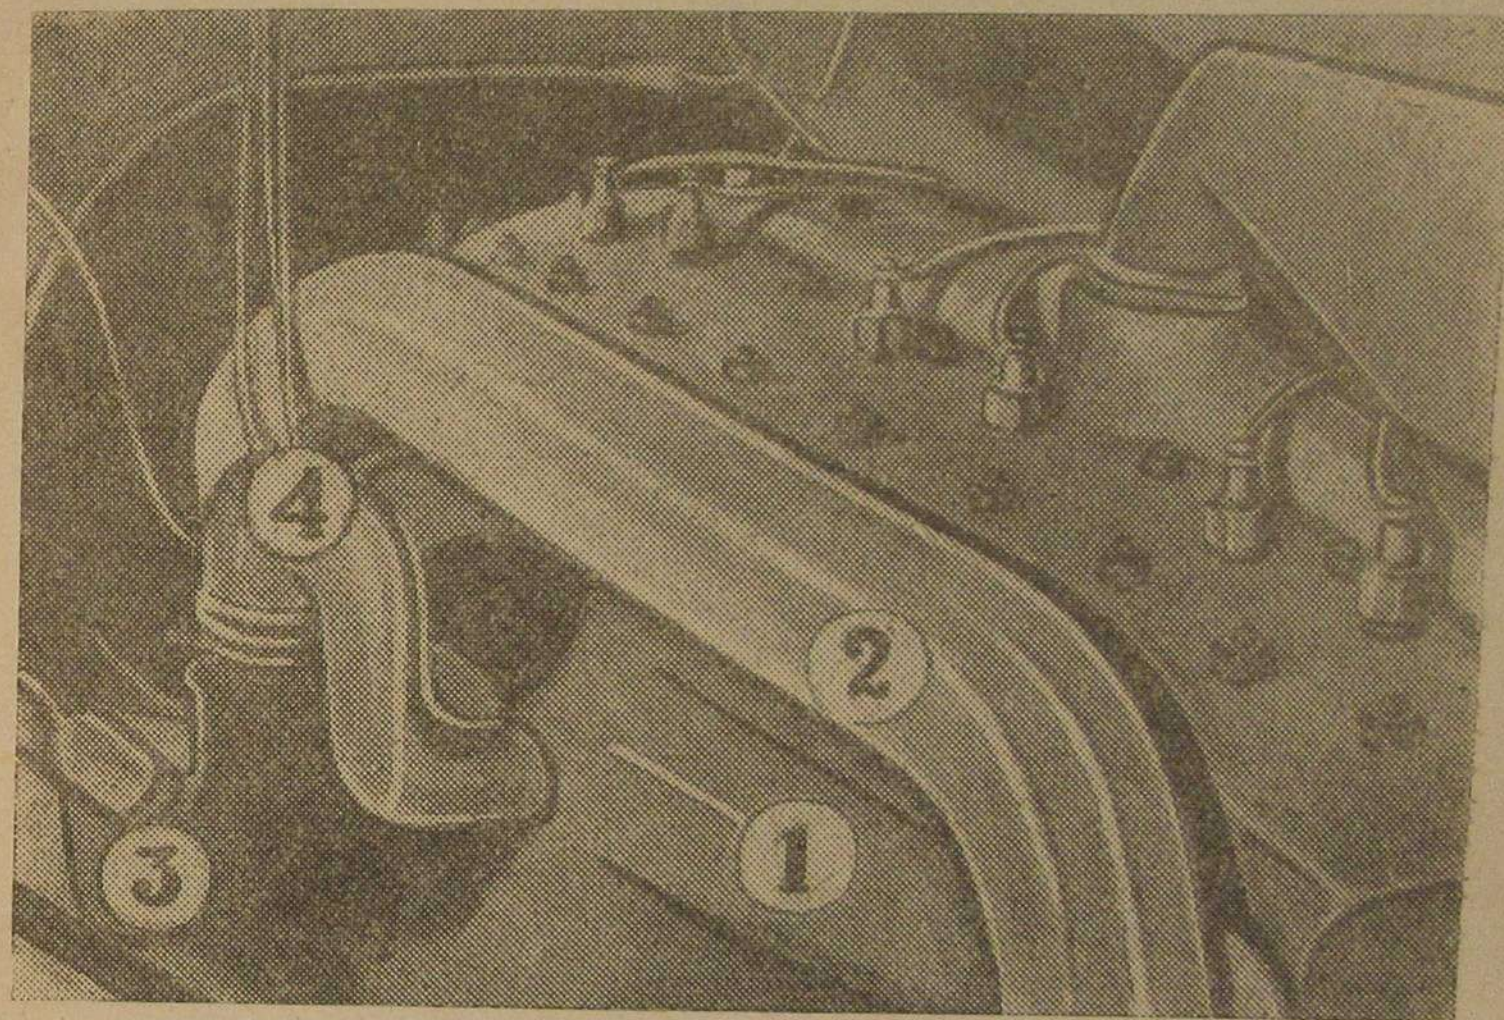

Рис. 6.
Головка блока двигателя (см. рис. 6) имеет уменьшенный объем камеры сгорания, в результате чего степень сжатия повышается до 6,9—7,1. Всасывающий (1) и выхлопной (2) коллекторы делаются
На автомобилях ЗИС-21, переоборудуемых из ЗИС-5, Авторемонтный завод устанавливает карбюраторы МКЗ-6 или МААЗ-5 с переходным патрубком (4) (рис. 6). На всех газогенераторных автомобилях нормальный бензиновый бак снят и вместо него установлен бак емкостью 7,5 литра. Бензонасос с приводом снят, а отверстие в блоке двигателя закрыто заглушкой.